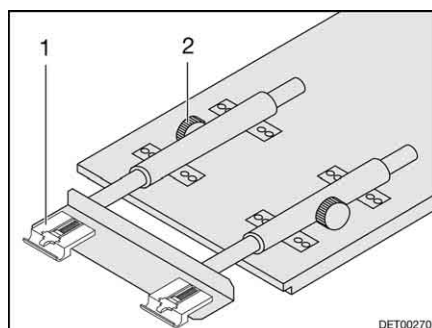

Bild 25 Hängetisch vergrößern
- Die Rändelschrauben (Bild 25,2) lösen.
- Die Tischplatte vorne leicht anheben und bis zum Anschlag herausziehen. Die Tischverlängerung (Bild 25,1) ist ganz ausgezogen.
- Die Tischplatte vorne leicht anheben und bis zum Anschlag zurückschieben. Die Tischverlängerung (Bild 25,1) ist ganz eingeschoben.